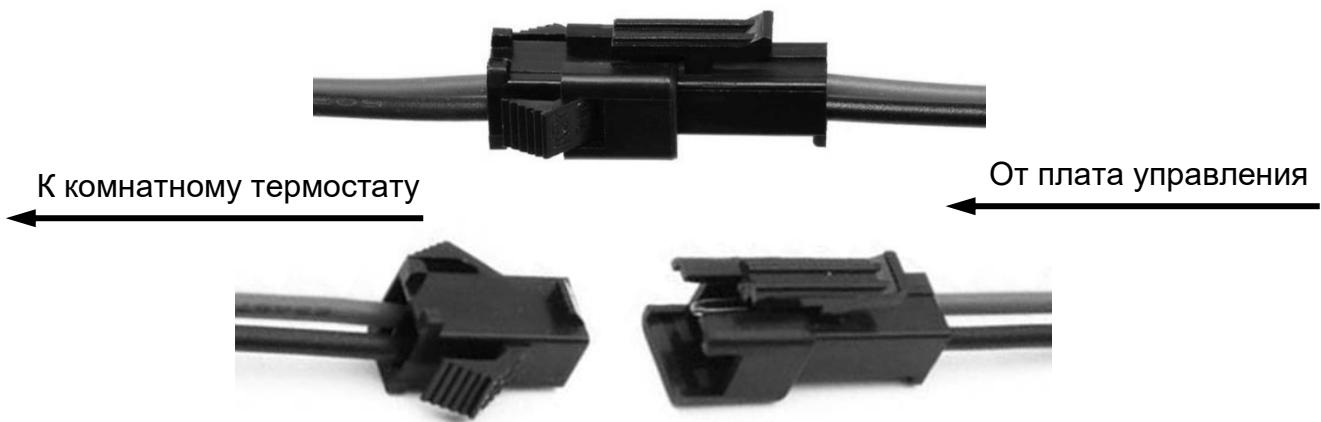
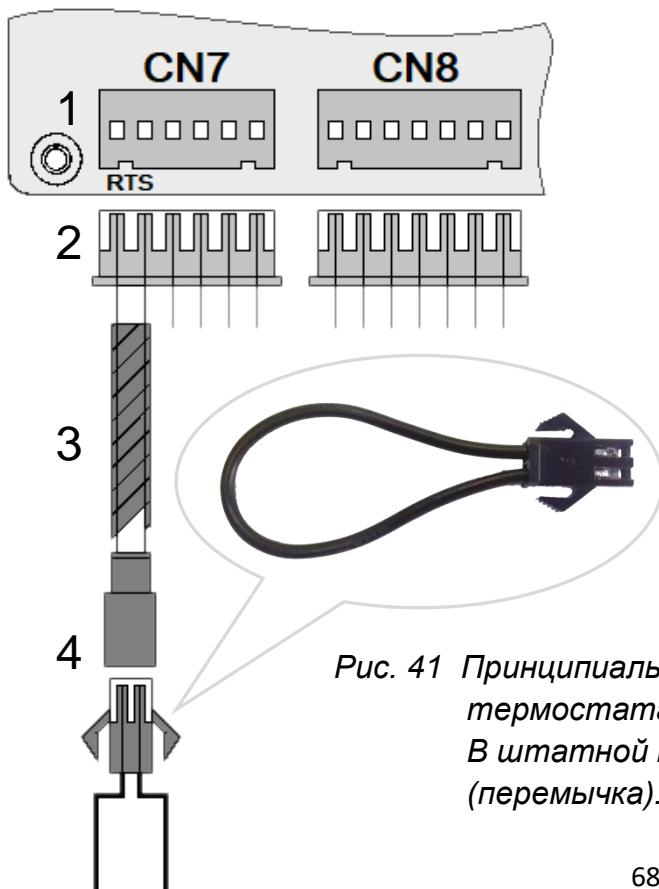

Рис. 40 Двухконтактный коннекторный разъём «папа-мама».
Рис. 41 Принципиальная схема подключения комнатного термостата (опция) к плате управления котлом. В штатной комплектации котла стоит шунт (перемычка).
Данный коннекторный разъём подсоединен к двум электропроводам коричневого и чёрного цвета (См. Рис. 40) в электроизоляционной трубке. Электропровода присоединены к штекерному гнездовому разъёму **CN7** «мама», который присоединяется к штекерному штырьковому разъёму **CN7** «папа», расположенному на плате управления котлом (См. Рис. 41).
- Отсоединяем двухконтактный разъём «мама» с шунтом (перемычкой) от разъёма «папа» (См. Рис. 40). Разрезаем перемычку на разъёме «мама» строго посередине.
- Обратно подключаем двухконтактный коннекторный разъём «мама» к разъёму «папа» (См. Рис. 40)
- Отсоединяем двухконтактный коннекторный разъём «мама» с шунтом (перемычкой) от разъёма «папа» (См. Рис. 40).